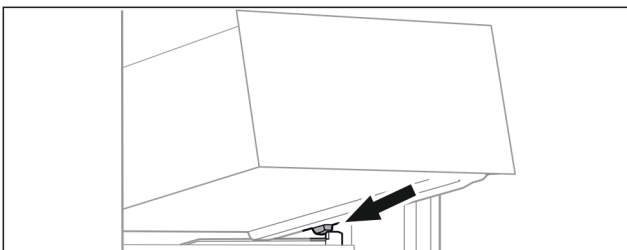

Fig. 62
- ▶ Наклоняя вниз, установите выдвижной ящик за стопоры на контейнерное ребро. (см. Fig. 62)